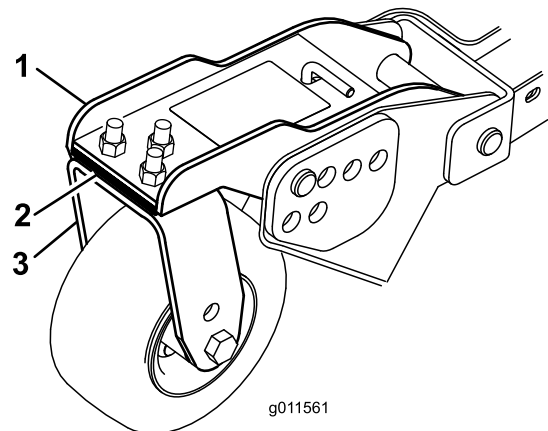

Figura 30
Gire la cuchilla de cada eje hasta que los extremos estén orientados hacia adelante y hacia atrás. Mida desde el suelo hasta la punta delantera del filo de corte. Ajuste los suplementos de 3 mm en los brazos de las ruedas giratorias delanteras hasta que la altura de corte se corresponda con la marca de la pegatina (Figura 30). Para el eje de la cuchilla exterior solamente, consulte Ajuste de la inclinación de la carcasa de corte \(página 77\).
3. Si el borde interior de la carcasa lateral está demasiado alto respecto al borde exterior de la carcasa delantera, retire un suplemento de 3 mm de la parte inferior del brazo interior delantero de la rueda giratoria en la carcasa lateral del cortacésped (Figura 30).